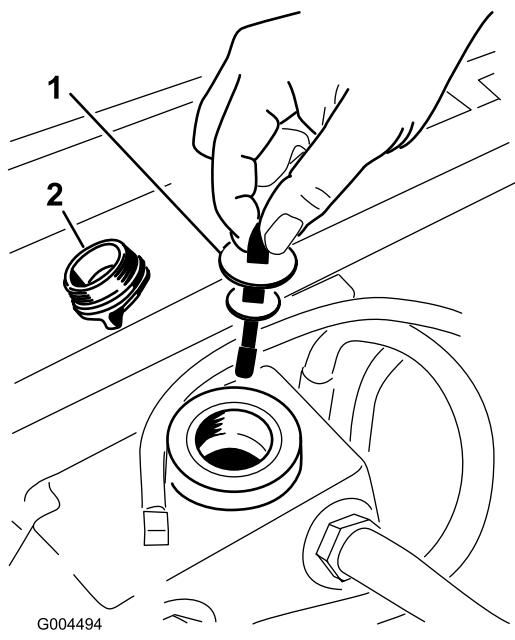

図 70
3. 油圧オイル補給口のキャップ(図 70)を取りる。
4. ディップスティックを抜き、ウェスで一度きれいに拭く(図 70)。
5. もう一度首に差し込んで引き抜き、オイルの量を点検する(図 70)。